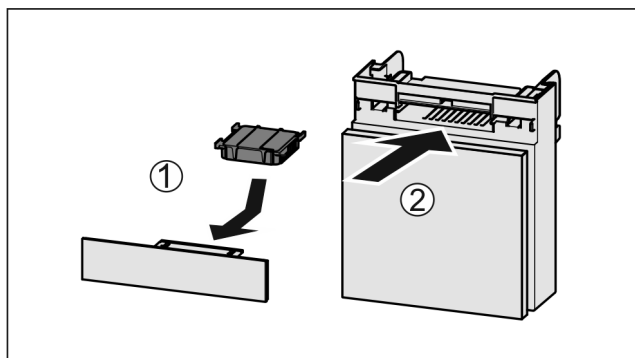

Fig. 122
- ▶ 按图装入 Fig. 122 (1)活性炭过滤器。
- ▶ 推入 Fig. 122 (2)抽屉。